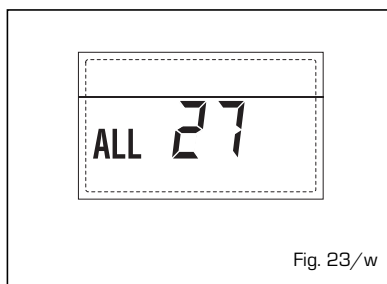

Fig. 23/w
- **ANOMALIA NUMERO SCHEDINI COLLEGATI "ALL 29"** (fig. 23/y)